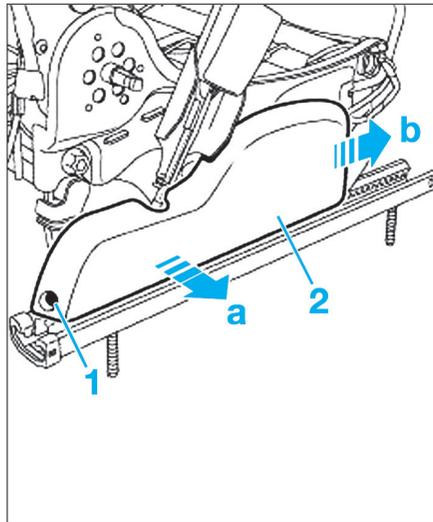
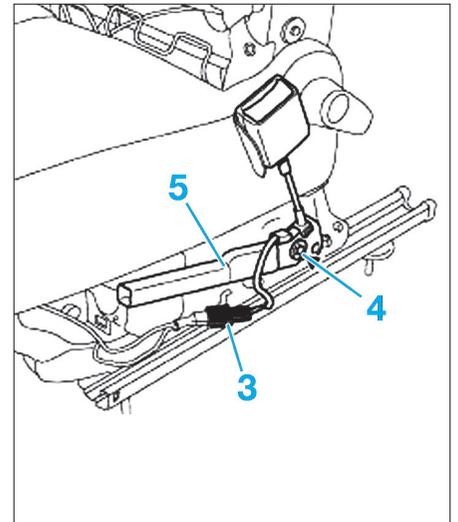

Fig. 17
Fig. 18
- Déposer la vis (1) (Fig.17).
- Tirer l'arrière du carter (2) vers soit (a) puis le pousser vers l'avant (b).
- Déposer le carter (2).
- Débrancher le connecteur (3) (Fig.18).
- Déposer la vis (4).
- Sortir le prétensionneur (5).